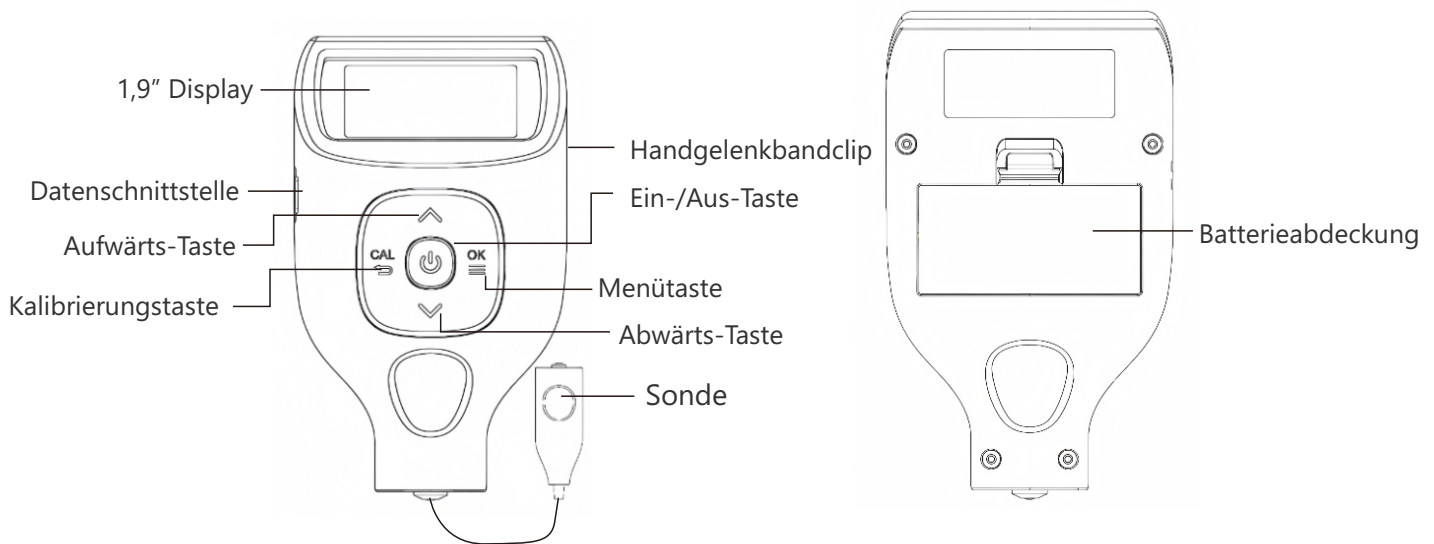

Abbildung 24: Zugriff auf die Bluetooth-Einstellungen
① Stellen Sie die Funktion "Bluetooth" des Geräts auf "ON". Nach erfolgreicher Aktivierung wird das  -Symbol auf der Messwert-Anzeigeoberfläche angezeigt, wie in Abbildung 24 dargestellt.